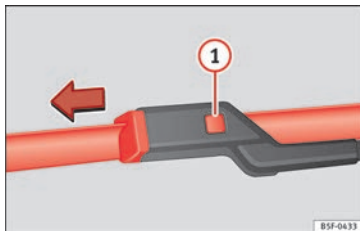

Abb. 171 Scheibenwischerblatt Frontscheibenwischer austauschen.
- Drücken Sie den Sicherheitsknopf **1** ein »» **Abb. 171**.